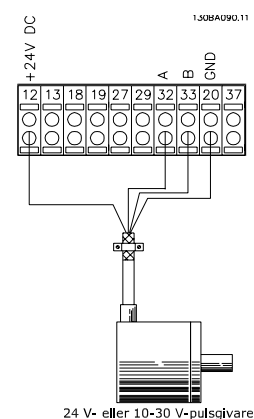

Bild 5.5 Kopplingschema
1. Verifiera att pulsgivarens anslutningar har gjorts enligt Bild 5.5: